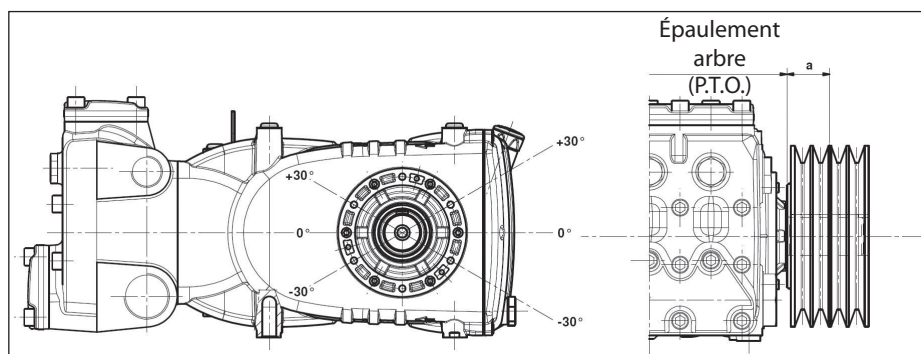

Fig. 10
La charge radiale sur l'arbre ne doit pas être supérieure à 7500 N (valeur nécessaire pour la définition du plan). La transmission est considérée appropriée si cette charge est appliquée à une distance maximum  $a = 40 \text{ mm}$  de la butée de l'arbre (prise de force) comme décrit Fig. 10.
- b) Utiliser des courroies à haut rendement - par exemple **XPB** au lieu de **SPB** - car il sera nécessaire d'avoir une quantité inférieure de courroies en présence de la puissance transmise et, par conséquent une distance inférieure de la résultante par rapport à la butée de l'arbre (prise de force) « a » de Fig. 10.